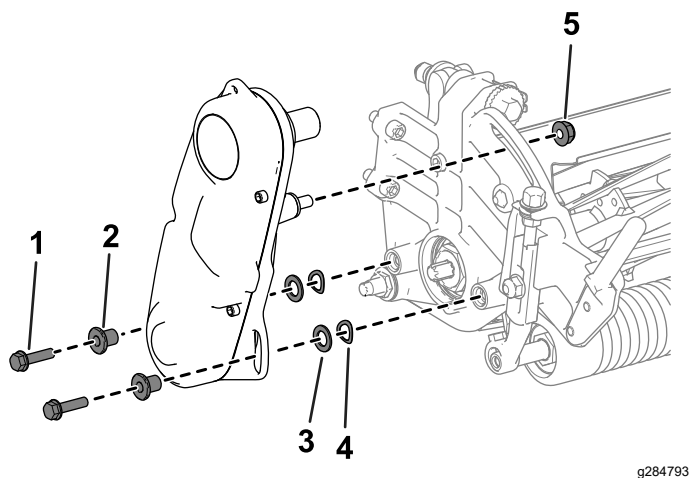

Bild 12
1. Entfernen Sie die Befestigungsmittel, mit denen die Spindelantriebsbaugruppe an der Seitenplatte befestigt ist (**Bild 12**).
2. Entfernen Sie die Spindelantriebsbaugruppe, Unterlegscheiben, Federscheiben und Distanzstück von der Seitenplatte (**Bild 12**).